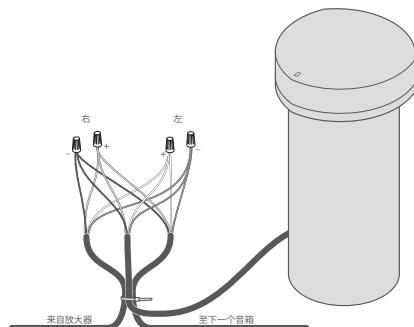

图 9
1. 与卫星扬声器安装一样，制作一个长约 10 英寸 (25 厘米) 的环，从线轴侧拉动线缆。为每个扬声器多留 14-16 英寸 (约 35-40 厘米) 的线缆，这样当沟槽中的土覆盖线缆时，线缆就不会扭结或拉紧。用扎带将线环固定到位并消除应力 (见图 9)。